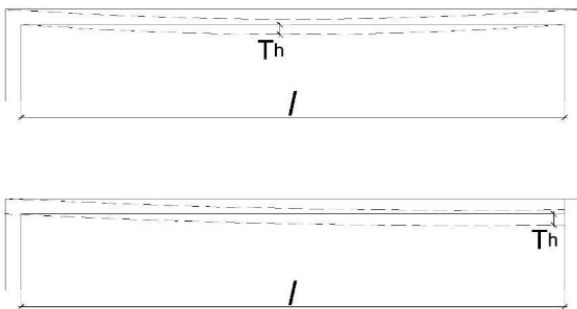

Figura 10.2. Tolerancia en el desalineamiento horizontal de muros.
- » **Desalineamiento horizontal de muros:** en el primer piso, la tolerancia para la posición de los ejes de cada pared en relación al proyecto es de  $\pm 5$  mm; para los demás pisos, esta tolerancia debe ser en relación al eje de los muros del piso inferior. La tolerancia individual de desalineamiento horizontal ( $T_h$ ) debe ser menor o igual a  $l/500$  o 5 mm, el que sea menor (ver Figura 10.2).